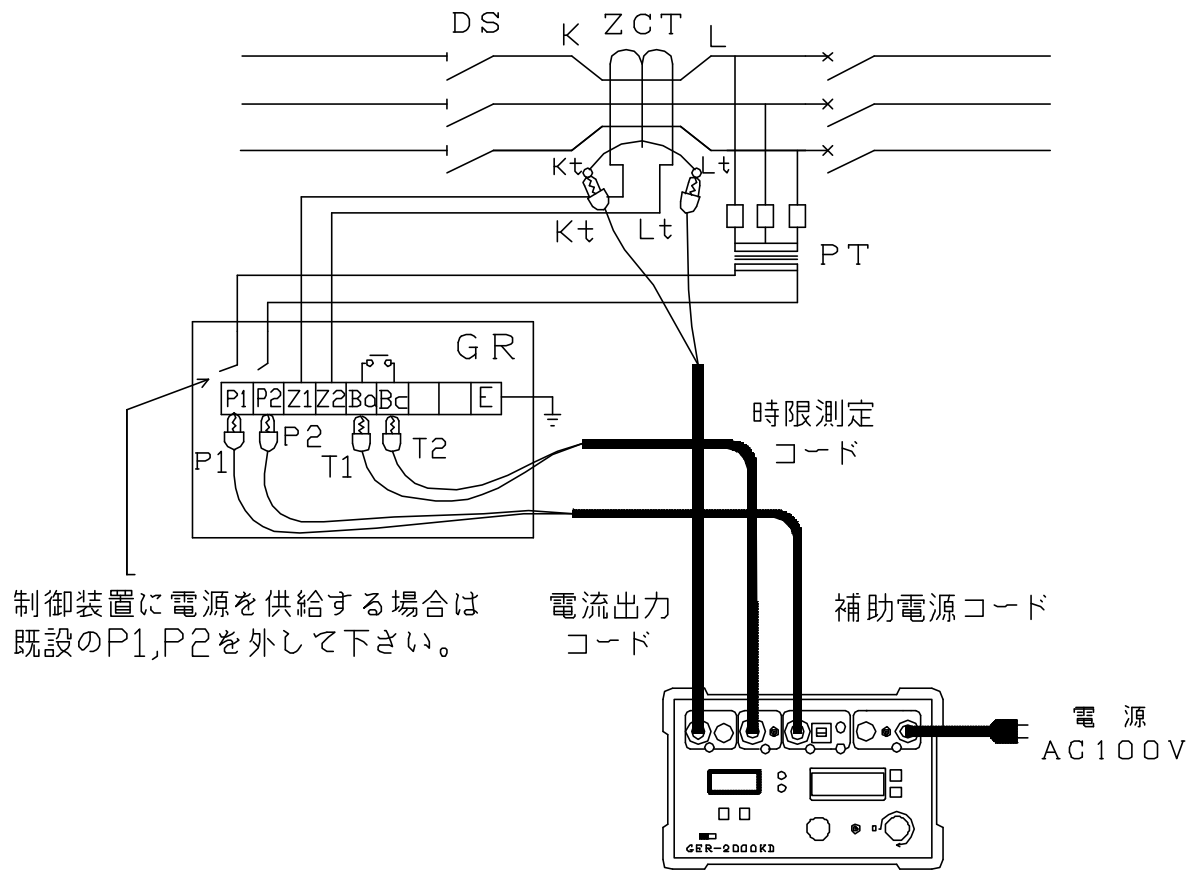

図2：試験回路図
7. 以上のような点を注意し、試験回路を構成します。(図2、3、4)